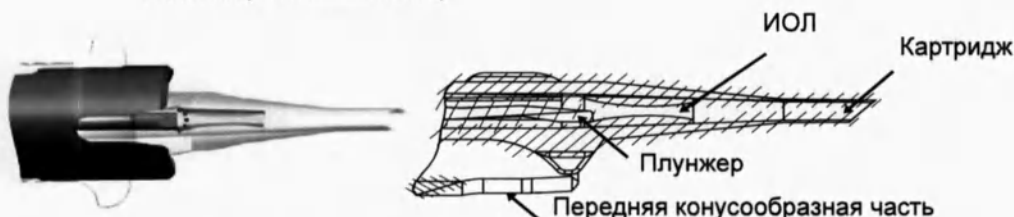

Рисунок 6b
- Шаг третий: Во время перемещения линзы через картридж, убедитесь, что наконечник плунжера находится позади линзы и передняя гаптика образует петлю перед линзой. Передняя гаптика может загнуться назад между согнутыми половинками линзы. Визуально осмотрите линзу, чтобы убедиться в правильном сопряжении между линзой и плунжером. Если в любой степени наблюдается, что плунжер располагается поверх линзы (рисунок 6a) или под линзой (рисунок 6b), втяните плунжер и замените его согласно шагу 11 (раздел «Установка плунжера» настоящего документа). В случае если задняя гаптика вытянута вдоль плунжера (рисунок 6c) в режиме предварительной загрузки линзы, полностью втяните плунжер и используйте другие ИОЛ AcrySof® и картридж Monarch®.